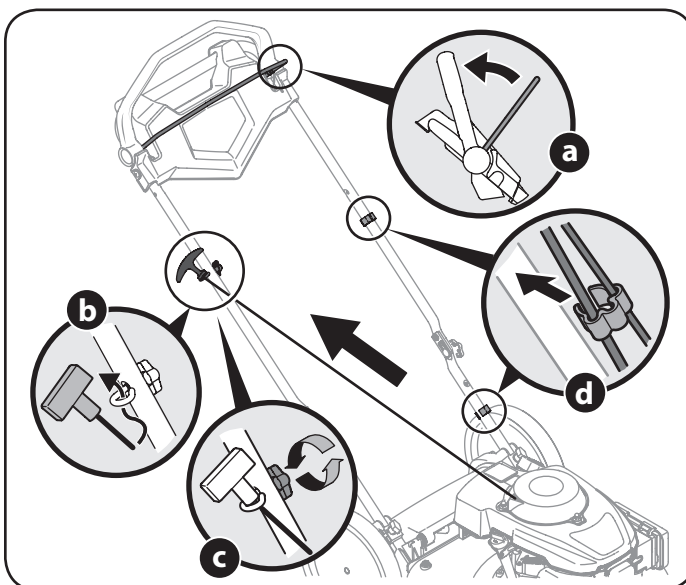

Figura 6
4. La guía de la cuerda, que está conectada a la varilla de sostén, se encuentra sobre el lado derecho de la manija inferior. Vea la Figura 6.
- Utilice clips de cable proporcionados para asegurar el control de la cuchilla y cables de la unidad a la manija inferior como se muestra en la Figura 6.